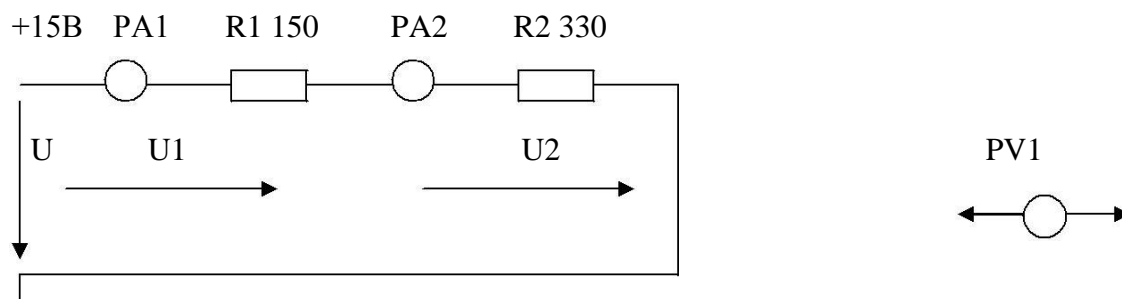

Рис.1
- 2.1. Ознакомится с лабораторной установкой (источник питания, функциональный генератор, измеритель мощности, мультиметр, цифровые амперметры PA1...PA4, наборное поле и минимодули резисторов). Собрать линейную электрическую цепь с последовательным соединением резисторов (рис.1) В качестве амперметров использовать цифровые приборы, тумблер «=I/~I» установить в положение «=I», в качестве вольтметра использовать стрелочный вольтметр PV1 (красная клемма вольтметра соответствует «+», черная «-»). Представить схему для проверки преподавателю.